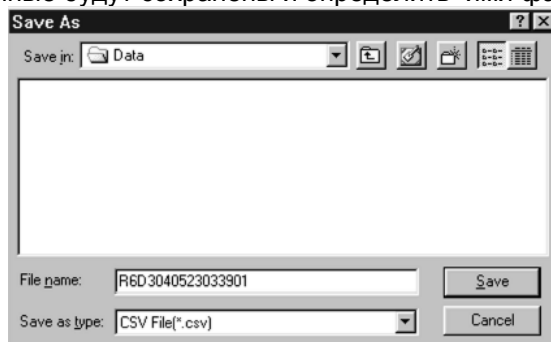

Рис. 103
2. Выбрать диск и папку, где данные будут сохранены и определить имя файла. (Рис. 103)